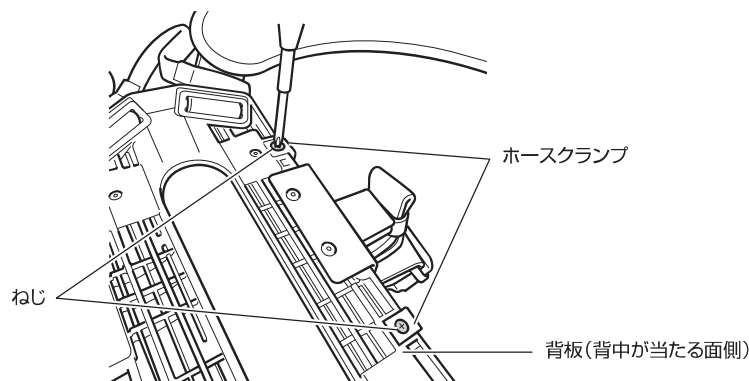

図 77 ねじ（2箇所）を外す
1. ホースクランプを止めているねじ（2箇所）をプラスドライバー（サイズ2番）で外す。（図 77 参照）